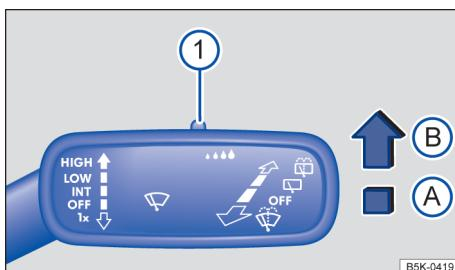

Fig. 76 À direita da coluna de direção: alavanca dos limpadores dos vidros.
Pressionar a alavanca para a posição desejada → Fig. 76:
A sensibilidade do sensor de chuva pode ser ajustada manualmente com o interruptor na alavanca dos limpadores dos vidros → Fig. 76 ① → ▲.